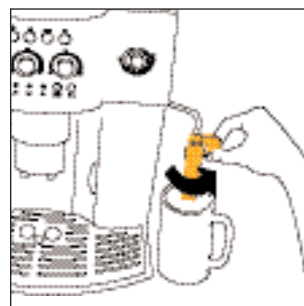
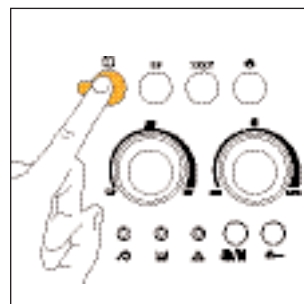

Fig. 3
Fig. 4
2. Vrid cappuccinoröret utåt och ställ en kopp under det (fig. 3). Sätt på maskinen genom att trycka på knappen  (fig. 4).
- Vrid cappuccinoröret utåt (fig. 3).
- Placera en behållare under cappuccinoröret (fig. 3).